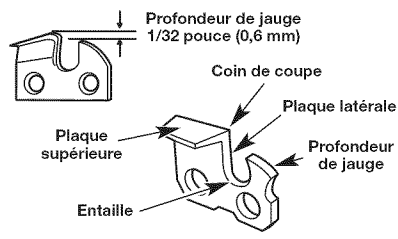

Fig. 40
- Le réglage du limiteur de profondeur (ou épaisseur du copeau) détermine la hauteur à laquelle les gouges pénètrent le bois et la taille des copeaux de bois découpés (Fig. 40). Une épaisseur de copeaux trop importante accroît le risque de rebond. Une épaisseur de copeaux trop faible diminue la taille des copeaux, et par conséquent la capacité de coupe de la chaîne.
- Maintenez la profondeur des jauges à 1/32 pouce (0,6 mm). Utilisez un gabarit d'affûtage pour vérifier la profondeur des jauges. (Fig. 40)